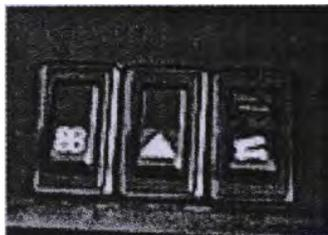

Рис. 11
- 3). Переключите клавишный переключатель КОМ, находящийся на щитке приборов, в нижнее положение (рис. 11). Внимание! Зажигание должно быть включено.
- 2). Нажмите на кнопочный переключатель (рис. 11). Перед этим снимите блокировку нажатием кнопки разблокирования (рис. 12).